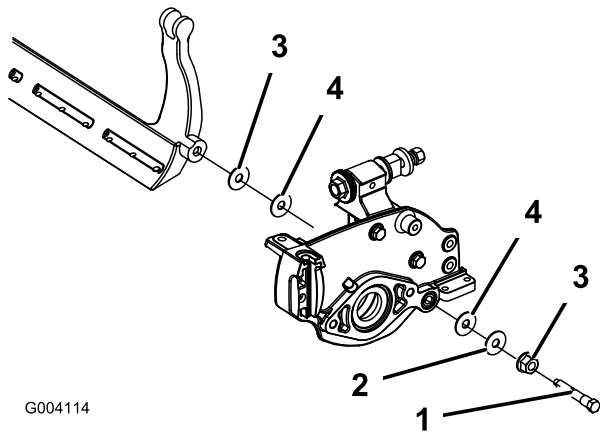

Bild 61
4. Nehmen Sie jede Schraube des Untermesserträgers ab, damit der Untermesserträger nach unten gezogen und von der Maschine entfernt werden kann. Bewahren Sie die beiden Nylon- und die beiden Scheiben aus gestanzten Stahl an jedem Ende des Untermessers auf (Bild 61).